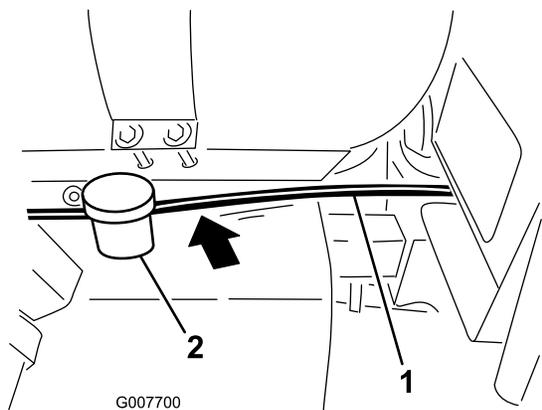

Figura 13
2. Enrute la manguera hacia adelante desde el soporte del marcador de espuma, por debajo del depósito de productos químicos y por detrás del depósito de combustible, junto al cableado existente hasta la zona situada debajo del asiento (Figura 13).